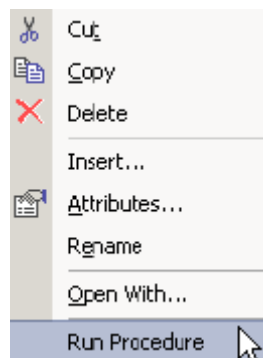

图 5.8 鼠标右击弹出菜单栏
- 鼠标右击, 在弹出菜单中选择 ‘Run Procedure’ 命令 (如图 5.8 所示)